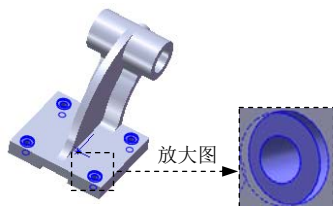
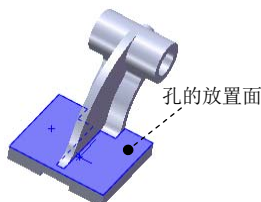
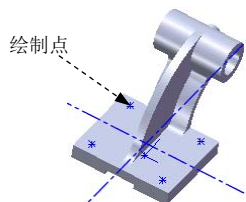

图 3.32.21 异形向导孔 1
图 3.32.22 定义孔的放置面
图 3.32.23 绘制 4 个点
Step12. 创建图 3.32.21 所示的零件特征——异形向导孔 1。选择下拉菜单 **插入(I)** → **特征(F)** → **孔(H)** → **向导(W)...** 命令，系统弹出“孔规格”对话框；在“孔规格”对话框中选择 **位置** 选项卡，然后选取图 3.32.22 所示的模型表面为孔的放置面，选择孔的放置面后，在图形区右击，从系统弹出的快捷菜单中选择 **选择(S)** 选项，然后选取草图中的“点”命令绘制 4 个点（图 3.32.23），并与草图 1 中对应点建立重合约束；在“孔位置”对话框中单击 **类型...** 选项卡，选择孔“类型”为 **柱孔**，标准为 **GB**，